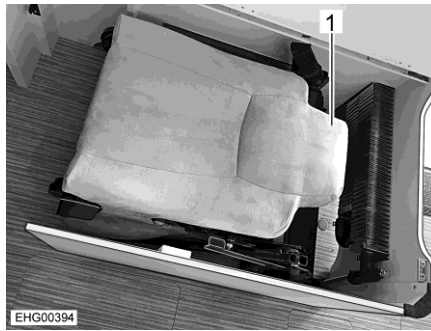
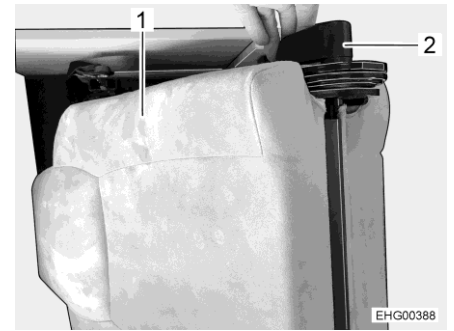

Bild 19 Extrastol, ihopfälld
Bild 20 Ryggstöd, övre del
- Lossa låset (Bild 20,2) på ryggstödet.
- Vrid den övre delen av ryggstödet (Bild 19, 1 och Bild 20, 1) uppåt.